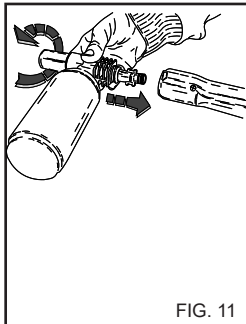

FIG. 11
- 2) Togliere la prolunga dall' impugnatura e inserire il kit spruzzatore detergente (fig. 11), azionare l' idropulitrice e cospargere la superficie da lavare agendo dal basso verso l' alto.